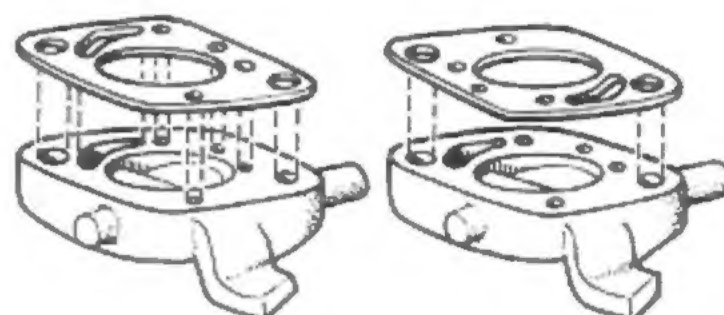

Fig. 8
- Observer le *sens de montage* des joints (Fig. 8) entre corps et cuve et entre cuve et dessus de cuve sous peine d'obstruer certaines canalisations.